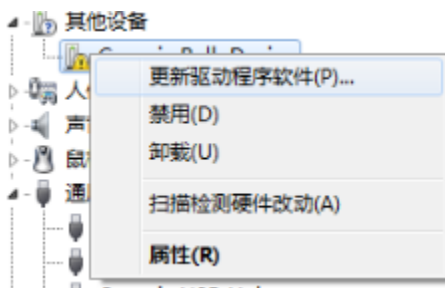

图 3-32 更新驱动程序
- (14) 手动安装驱动程序，进入设备管理器，（右键单击计算机，单击属性，找到弹出对话框中的设备管理器（位于左侧））。在设备管理器界面中找到其他设备，右键单击有黄色叹号标记的设备，选择更新驱动程序软件。如图 3-32 所示。进入更新驱动程序软件对话框后选择“浏览计算机以查找驱动软件（R）”，进入对话框后左键单击浏览选择知道书提供的 CH3\_2 目录下的驱动文件即可。驱动安装完成后可在设备管理中看到,如图 3-33 所示。